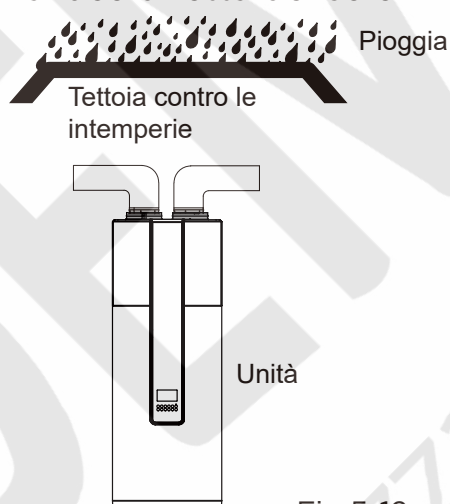

Fig.5-12
- In caso di pioggia che penetra nei componenti interni dell'unità, questi potrebbero essere danneggiati o causare un pericolo fisico. (Fig.5-12)
- Per quanto riguarda il collegamento dell'unità al condotto che conduce all'esterno, deve essere applicata una misura affidabile di resistenza all'acqua sul condotto per evitare che l'acqua penetri all'interno dell'unità. (Fig.5-12)